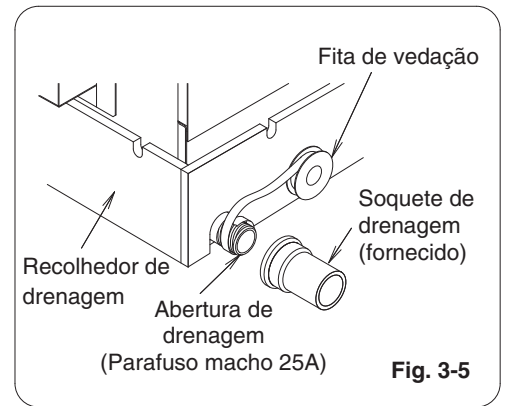

Fig. 3-5
- (1) Prepare o tubo PVC duro normal (D.E. 32 mm) para a drenagem e utilize o soquete de drenagem fornecido para prevenir vazamentos de água. O tubo PVC deve ser comprado separadamente. Ao fazer isso, aplique um adesivo para o tubo PVC no ponto de ligação.
- (2) Se ligar um soquete de drenagem (fornecido) à abertura de drenagem roscada, primeiro enrole as roscas da abertura de drenagem com uma fita de vedação e, em seguida, ligue a união. (Fig. 3-5)